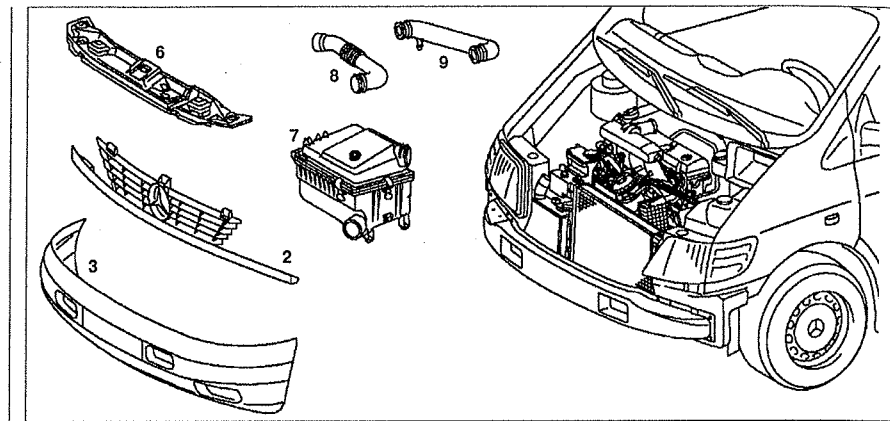

Рис. 4.1. Снятие двигателя:
6. Снимите бампер 3 (см.рис.4.1).